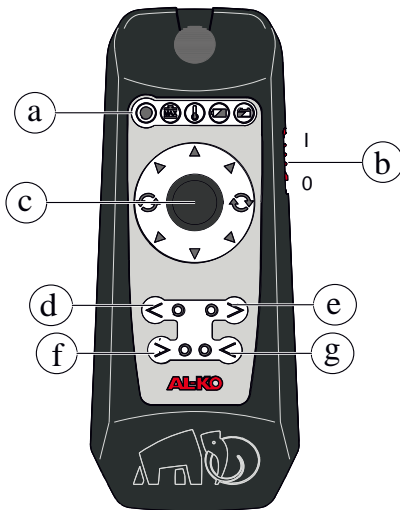

Abb. 2: Funkfernbedienung
Die Zahlen in Klammern beziehen sich in diesem Abschnitt auf die Abb. 2.
4. Halten Sie die Tasten so lange gedrückt, bis die LEDs an den Anstelltasten blinken (Abb. 2).
Die Zahlen in Klammern beziehen sich in diesem Abschnitt auf Abb. 2.